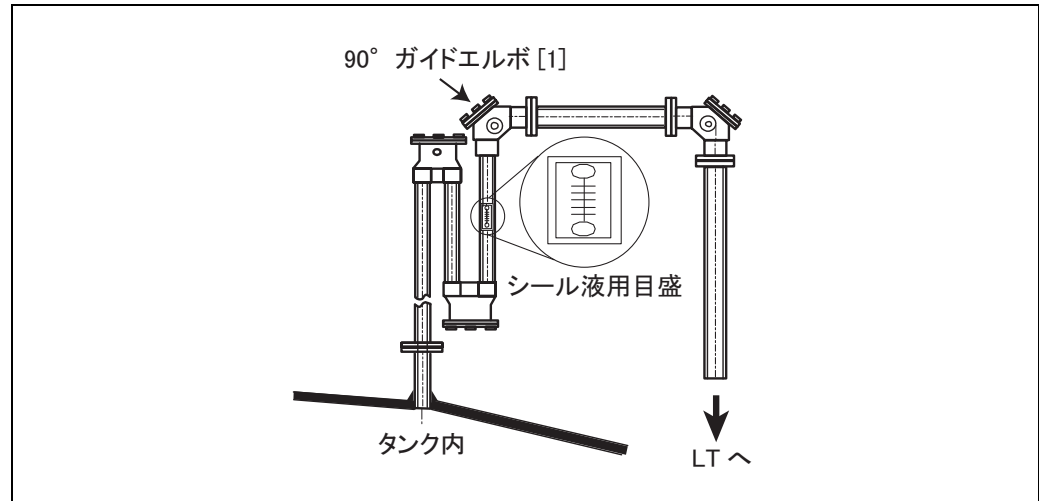

図 39: シール液の充填
3. LT の動作確認後、シールポット用 90° ガイドエルボ [1] の蓋を外し、シール液を充填します (図 39 参照)。